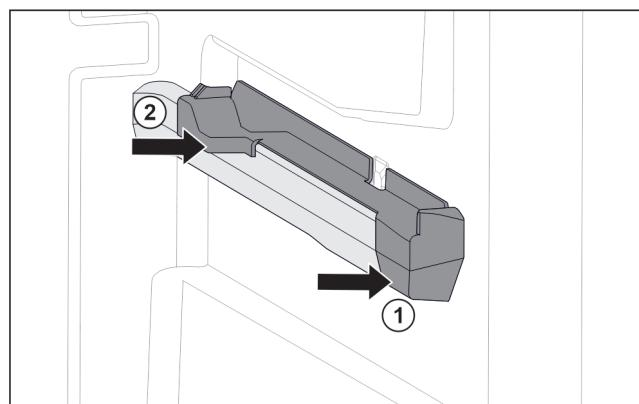

Fig. 30 Вставная часть на правом контейнерном ребре
- Наденьте вставную часть спереди на контейнерное ребро. Fig. 30 (1)
- Нажмите на вставную часть сзади. Fig. 30 (2)